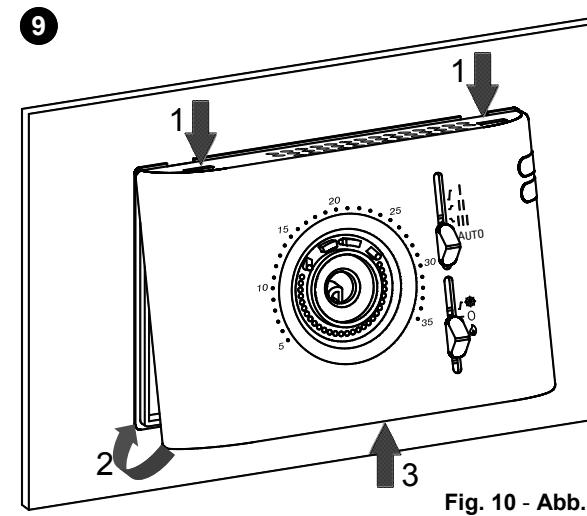

Fig. 10 - Abb. 10
- Girar la tapa haciendo que los interruptores a corredera coincidan con los relativos commutadores y empujar hacia el interno la lengüeta de plástico ubicada en la parte inferior de la base (indicada por la flecha en Fig. 10) en este punto ejercitarse una presión que haga enganchar la misma al interno del orificio ubicado en el costado inferior de la tapa. A este punto verificar la correcta posición de los interruptores a corredera.
- 9 Refermer le thermostat en effectuant les opérations suivantes : - Positionner les deux ergots de la partie supérieure de la calotte dans les entailles prévues à cet effet et laisser les deux glissières en position basse. - Tourner la calotte en faisant en sorte que les glissières coïncident avec leurs commutateurs respectifs et pousser la languette en plastique située sur la partie inférieure de la base vers le bas (la languette est indiquée par une flèche sur la Fig. 10) ; exercer une pression jusqu'au déclenchement de la languette de fixation en plastique à l'intérieur de l'orifice sur le côté inférieur de la calotte. Vérifier ensuite que les glissières coulissent correctement.